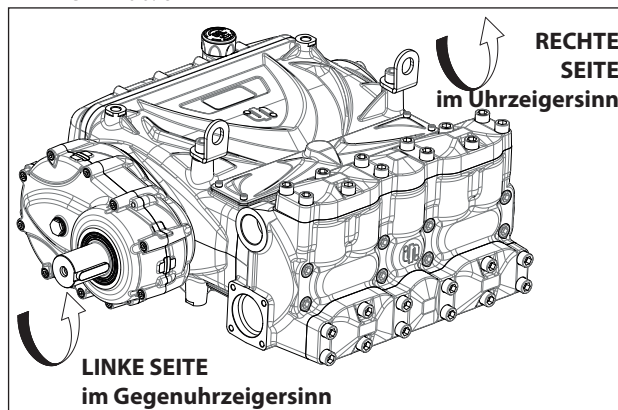

Abb. 6
- wie in Abb. 6
Die linke Pumpenausführung ist dann gegeben, wenn: Sich der Zapfwellenstummel der Pumpenwelle bei Frontansicht auf den Pumpenkopf auf der linken Seite befindet (siehe Abb. 6).